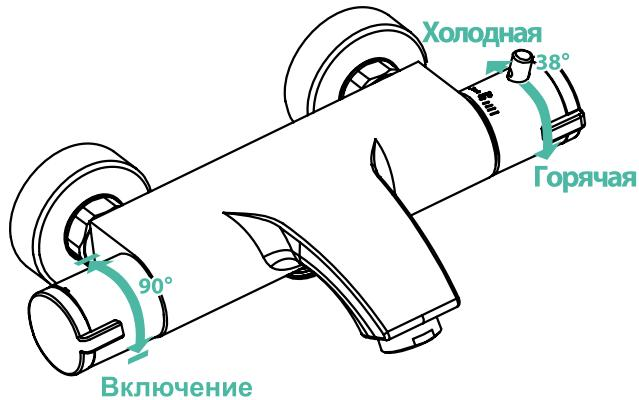

Рис. 2
1. Левая ручка смесителя используется для включения/выключения смесителя и регулировки напора воды (рис. 2). В модели смесителя с изливом ручка также служит для переключения воды с излива на душ.